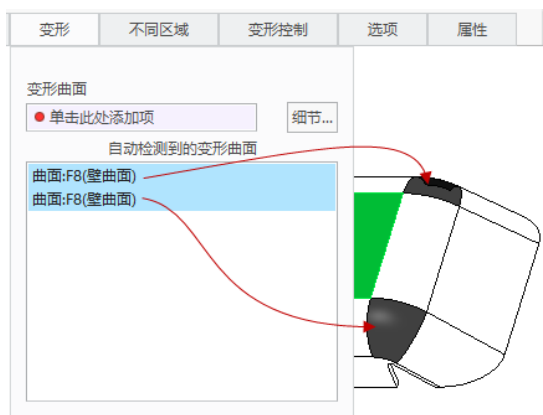
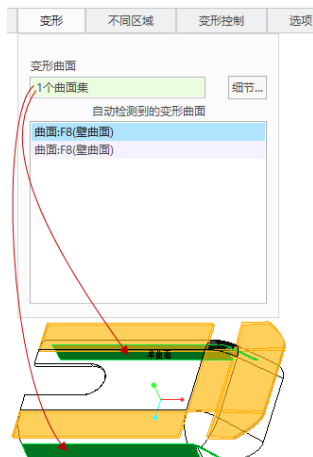

图 3-7 自动检测到的变形曲面
图 3-8 新定义的变形曲面
(3) 此时,“展平”选项卡中的“变形”面板具有特定背景色(“变形”面板标签也以不同于其他面板标签的颜色显示)表示系统警示有变形区域。打开“变形”面板, 可以从“自动检测到的变形曲面”收集器中查看到两个自动检测到的变形曲面(在钣金件中以特定色显示两个不能延伸至零件外侧的变形曲面), 如图 3-7 所示。在“变形曲面”收集器框内单击以激活该收集器, 接着选择图 3-8 所示的两个曲面(选择第 2 个曲面时需要同时按住 $\langle \text{Ctrl} \rangle$ 键进行选择操作)。